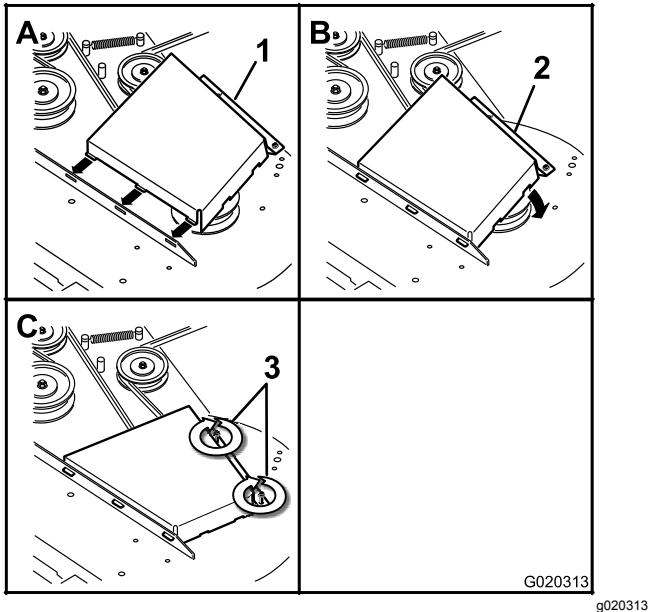

Figura 67
4. Instale las cubiertas de la correa (Figura 67).